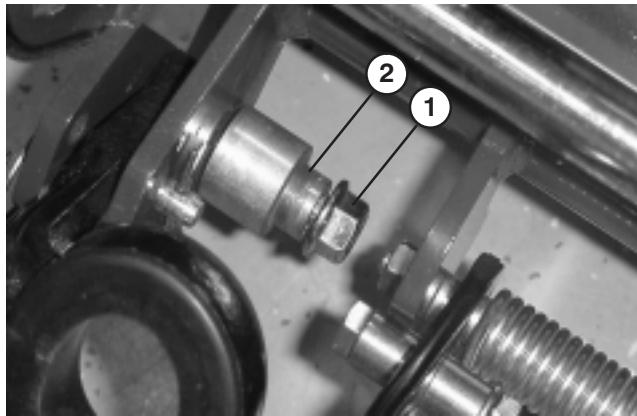

Figure 3
1. Retirez le contre-écrou à collarette de la vis de montage et de l'axe de pivot de chaque côté de la machine (Fig. 3).